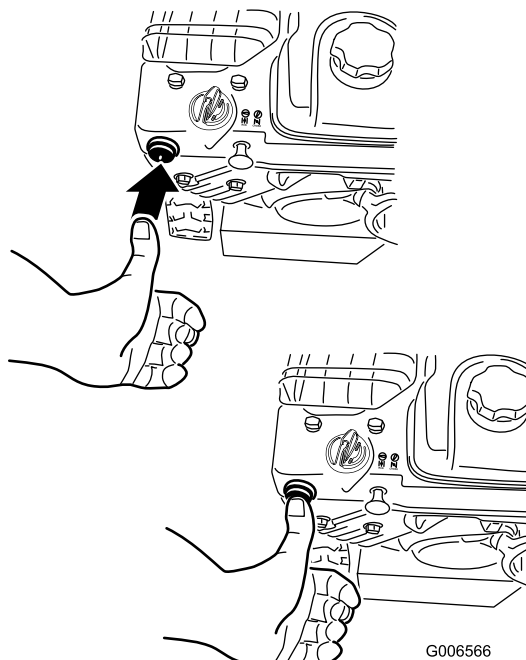

Рисунок 27
4. Энергично нажмите большим пальцем кнопку заливочного насоса два раза (при температурах -9°C и выше) или четыре раза (при температурах ниже -9°C), каждый раз удерживая кнопку в течение секунды перед отпусканием (Рисунок 27).